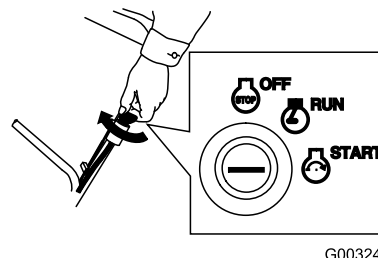

Figure 24
- Tournez la clé de contact en position Démarrage et relâchez la clé lorsque le moteur démarre (Figure 24).